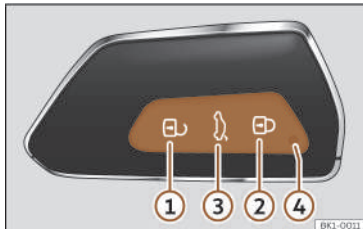

Fig. 67 Chiave del veicolo.
Quando si preme brevemente un tasto della chiave del veicolo, la spia di controllo lampeggia ④ >>> fig. 67 una volta per breve tempo; se invece lo si mantiene premuto per un tempo prolungato, lampeggerà diverse volte, ad esempio, nell'apertura comfort.